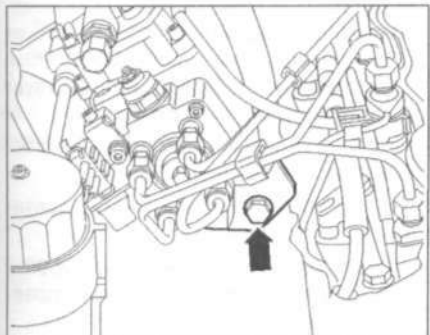

Рис. 7.47. Открутите болт крепления задней опоры (стрелка).
9. Открутите болт крепления задней опоры (стрелка) (рис. 7.47).